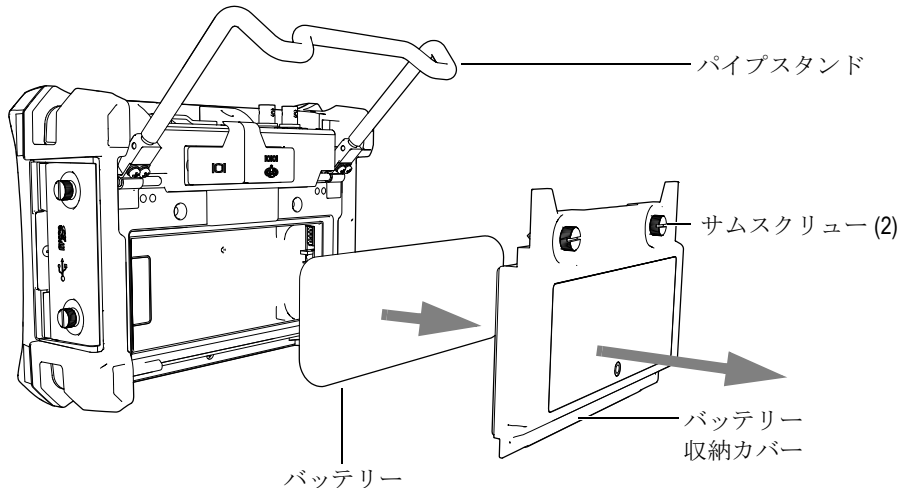

図 1-7 リチウムイオンバッテリーを取り外す
2. 探傷器の背面で、バッテリー収納カバーを固定している 2 本のサムスクリューを緩めます（29 ページ図 1-7 参照）。
3. バッテリー収納カバーを取り外します（29 ページ図 1-7 参照）。
6. 探傷器の背面にバッテリー収納カバーを取り付け、2 本のサムスクリューを締めます（29 ページ図 1-7 参照）。